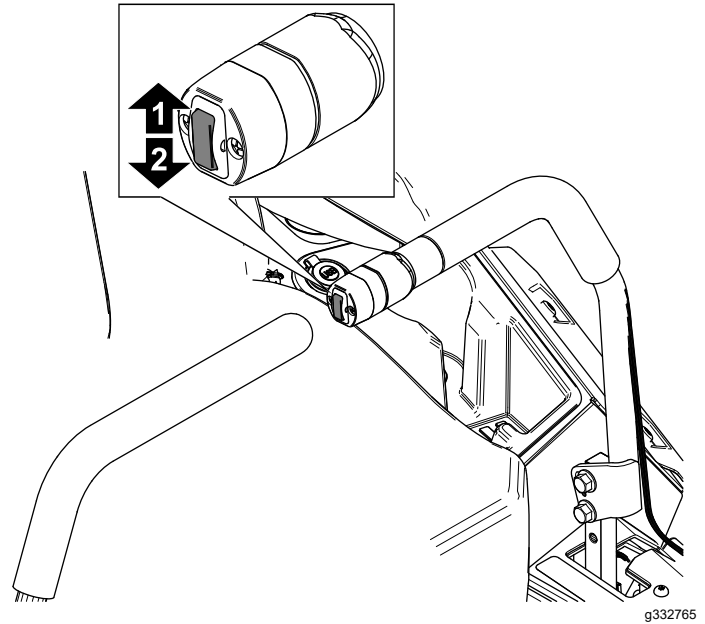

Figura 30
1. Spingete verso l'alto l'interruttore di sollevamento del piatto (Figura 30).